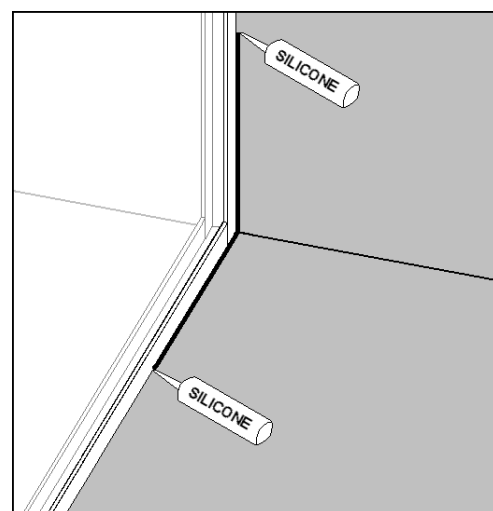

Bild 7
11. Versiegeln Sie die Fugen zwischen Rahmen, Wand und Boden mit Silikon (**Bild 7**). Entfernen Sie überschüssiges Silikon und lassen Sie das Silikon 24 Stunden aushärten. Vermeiden Sie in dieser Zeit jeglichen Wasserkontakt.